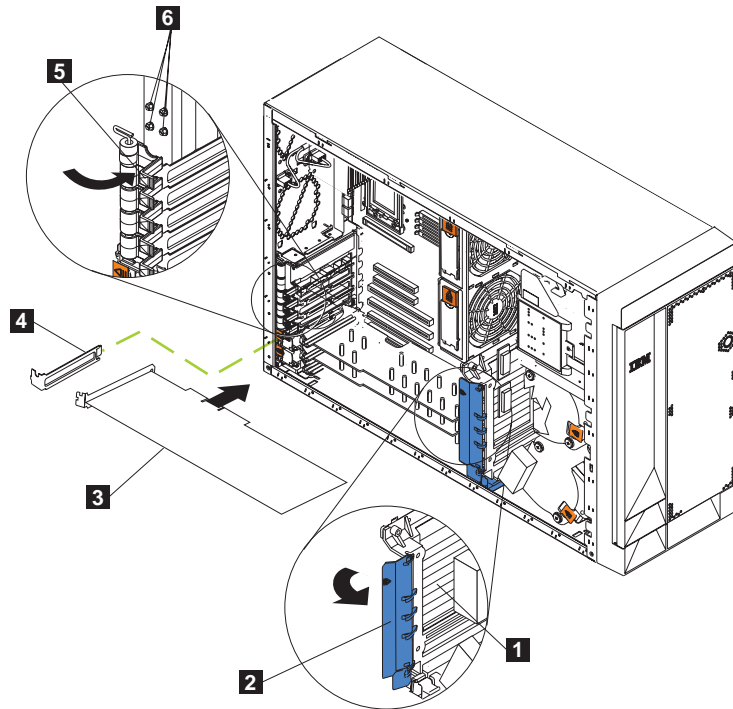
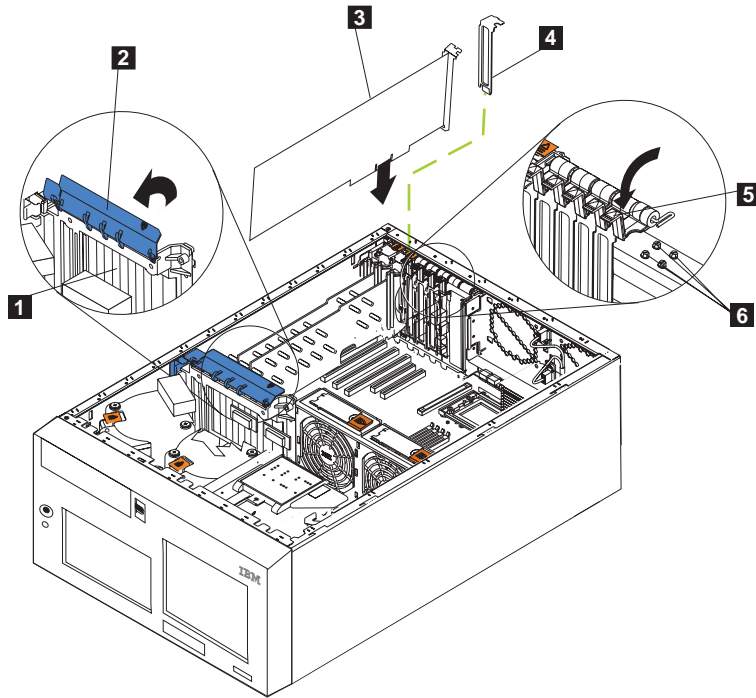

图 114. 更换 ServeRAID 控制器 (型号 25T)
图 115. 更换 ServeRAID 控制器（具有机架安装转换功能的型号 25T）
- d. 使用图 114 和第 184 页的图 115 作为参考，卸下旧的适配器。
- b. 使用第 183 页的图 114 和第 184 页的图 115 作为参考，卸下有故障的 ServeRAID-5i 控制器。
- d. 使用第 183 页的图 114 和第 184 页的图 115 作为参考, 卸下适配器。